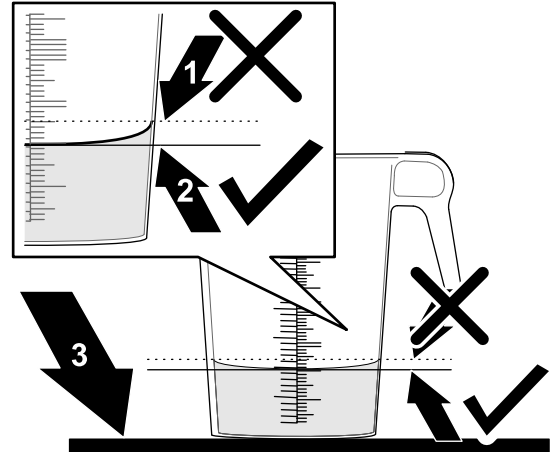

図 35
6. 目盛り付き容器を水平な場所において回収された水量を調べる 図 35